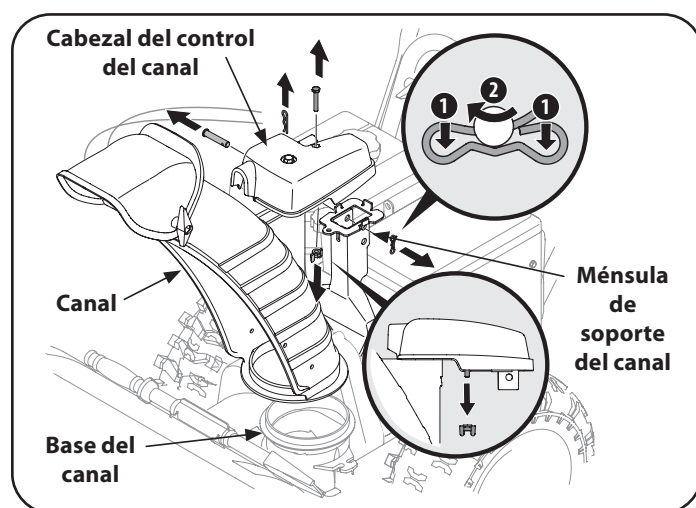

Figura 34
- Retire el pasador de chaveta, la tuerca de mariposa y el tornillo hexagonal del cabezal de control del canal. Extraiga el pasador de horquilla y el pasador de chaveta con unión curva de la ménsula de soporte del canal. Consulte Figura 34.